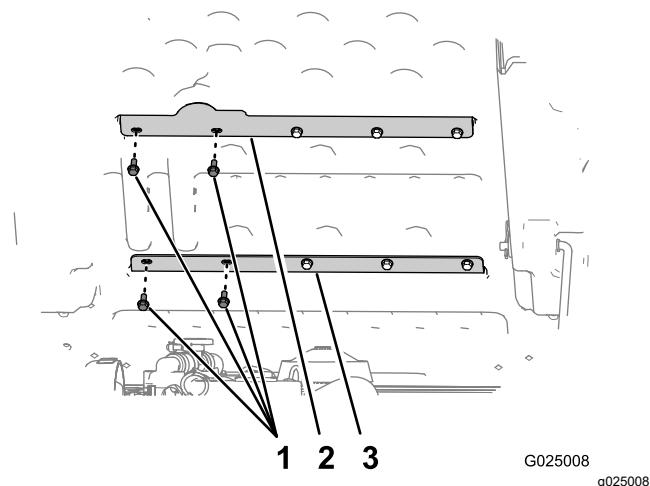

Figura 5
- Rimuovete i 2 bulloni più a sinistra (5/16" x 3/4") che fissano il supporto superiore del pianale al pianale (Figura 5).
- Rimuovete i 2 bulloni più a sinistra (5/16" x 3/4") che fissano il supporto inferiore del pianale al pianale (Figura 5).